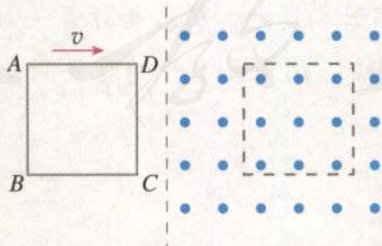

图 4.5-6 单匝线圈在外力作用下匀速进入匀强磁场
- (1) 运动的导线会产生感应电动势, 相当于电源。用电池等符号画出这个装置的等效电路图。
- (2) 通过 R 的电流方向如何? 大小等于多少?
4. 如图 4.5-6, 单匝线圈 $ABCD$ 在外力作用下以速度 v 向右匀速进入匀强磁场, 第二次又以速度 $2v$ 匀速进入同一匀强磁场。求: